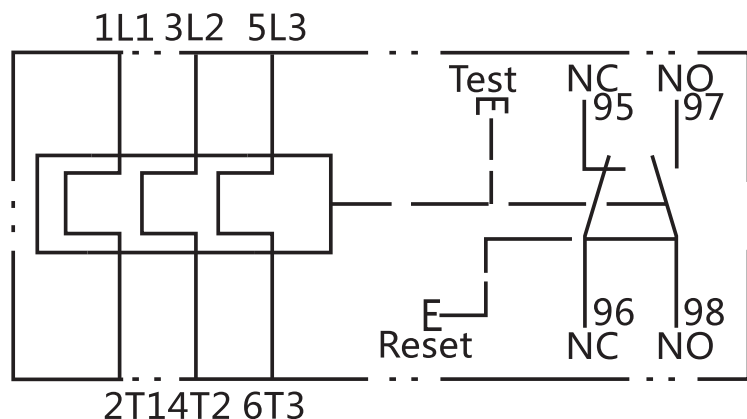

图1 内部结构
2.1.1 热继电器的动作机构为弓片簧反转跳跃式机构,其内部结构电气示意图1